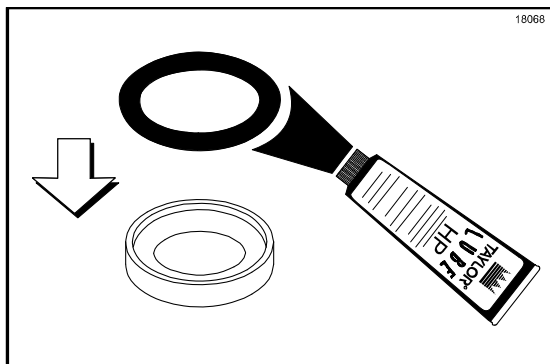

Figura 87
1. Lubrifique e instale o anel de vedação no selo. (Veja a Figura 87.)